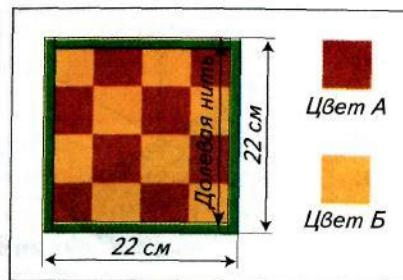

Рис. 48. Эскиз прихватки
1. **Составление эскиза** (эскиз — рисунок, по которому создается изделие) (рис. 48).